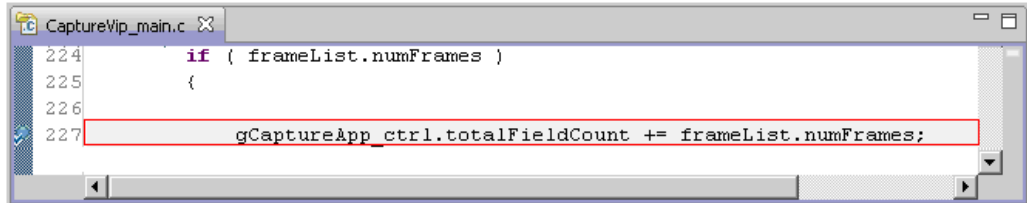

图 1-2-13
8. 定位到源文件后, 函数观察窗口会显示源码。在 CaptureApp_callback 函数中[gCaptureApp_ctrl.totalFieldCount += frameList.numFrames]处如图 1-2-13 红色方框所示处加入断点。鼠标放在该行, 右键选择[Breakpoint(Code Composer Studio)] → [Breakpoint]即可在该位置加入断点。